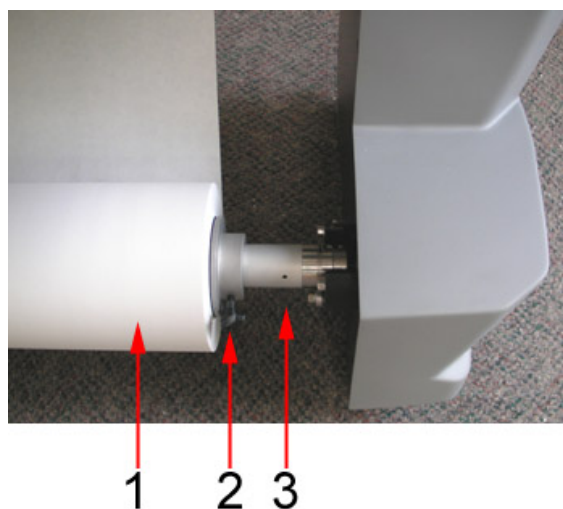

Figura 17. Rodillo de papel y componentes
18. Coloque los **mandriles** en cada extremo de la **barra del rodillo de alimentación** y con las palancas negras adjuntas apriete al lado del **rodillo de papel** (Figura 17).